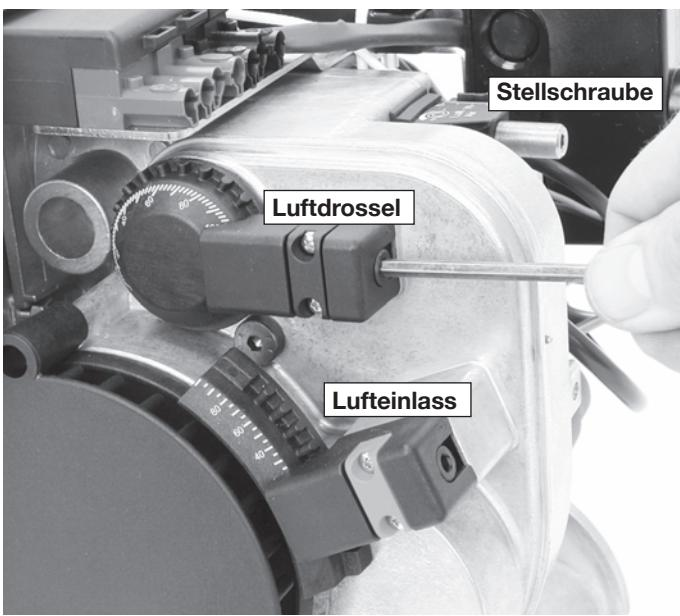

Abbildung 15 / Figure 15
- Durch drehen der Stellschraube nach rechts wird der Gebläsedruck erhöht, der CO₂-Gehalt der Abgase steigt (siehe Abb. 15).
- Durch drehen der Antriebswelle nach rechts wird der CO₂-Gehalt der Abgase erhöht und der Gebläsedruck gesenkt (siehe Abb. 15).
- Durch drehen der Antriebswelle nach links wird der CO₂-Gehalt der Abgase erhöht und der Gebläsedruck gesenkt (siehe Abb. 15).
- By turning the adjusting screw to the right the blast pressure increases, the CO₂ content of the exhaust gas rises (see fig. 15).
- By turning the drive shaft to the right, the airflow rate increases CO₂ content of the exhaust gas rises and the fan pressur decreases (see fig. 15).
- By turning the drive shaft to the left, the airflow rate increases CO₂ content of the exhaust gas rises and the fan pressur decreases (see fig. 15).
- En tournant la vis de réglage vers la droite, la teneur en CO₂ des gaz brûlés est augmentée et la pression de la soufflerie augmente (cf. fig.15).
- En tournant l'arbre d'étranglement vers la droite, la teneur en CO₂ des gaz brûlés est augmentée et la pression de la soufflerie baisse (cf. fig.15).
- En tournant l'arbre d'étranglement vers la gauche, la teneur en CO₂ des gaz brûlés est augmentée et la pression de la soufflerie baisse (cf. fig.15).